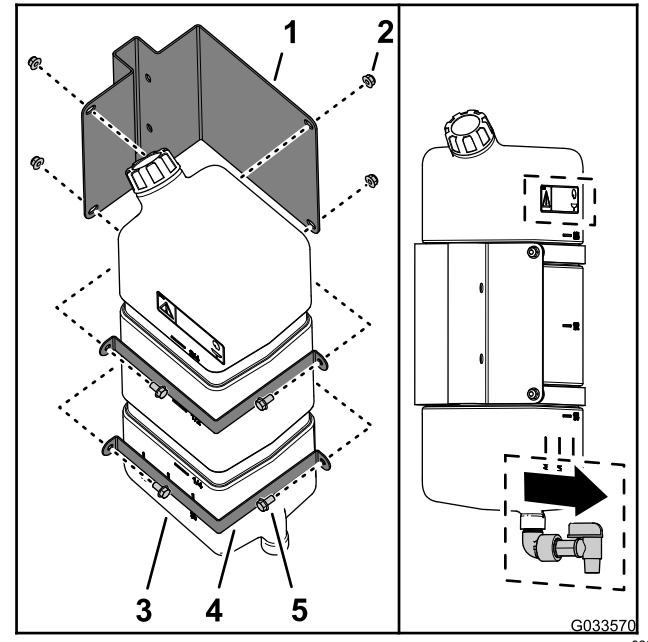

Figura 45
1. Monte o depósito de água limpa na montagem do depósito com as duas correias de montagem, quatro parafusos de cabeça flangeada (5/16 pol. x  $\frac{5}{8}$  pol.) e quatro porcas flangeadas (5/16 pol.) como se mostra na Figura 45.